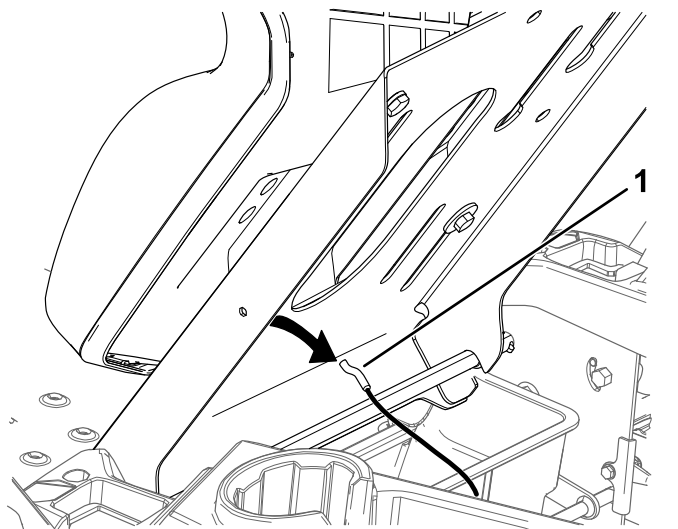

Figure 1
1. Relevez le siège comme montré à la Figure 1.
2. Débranchez le câble de basculement du plateau du siège (Figure 1).